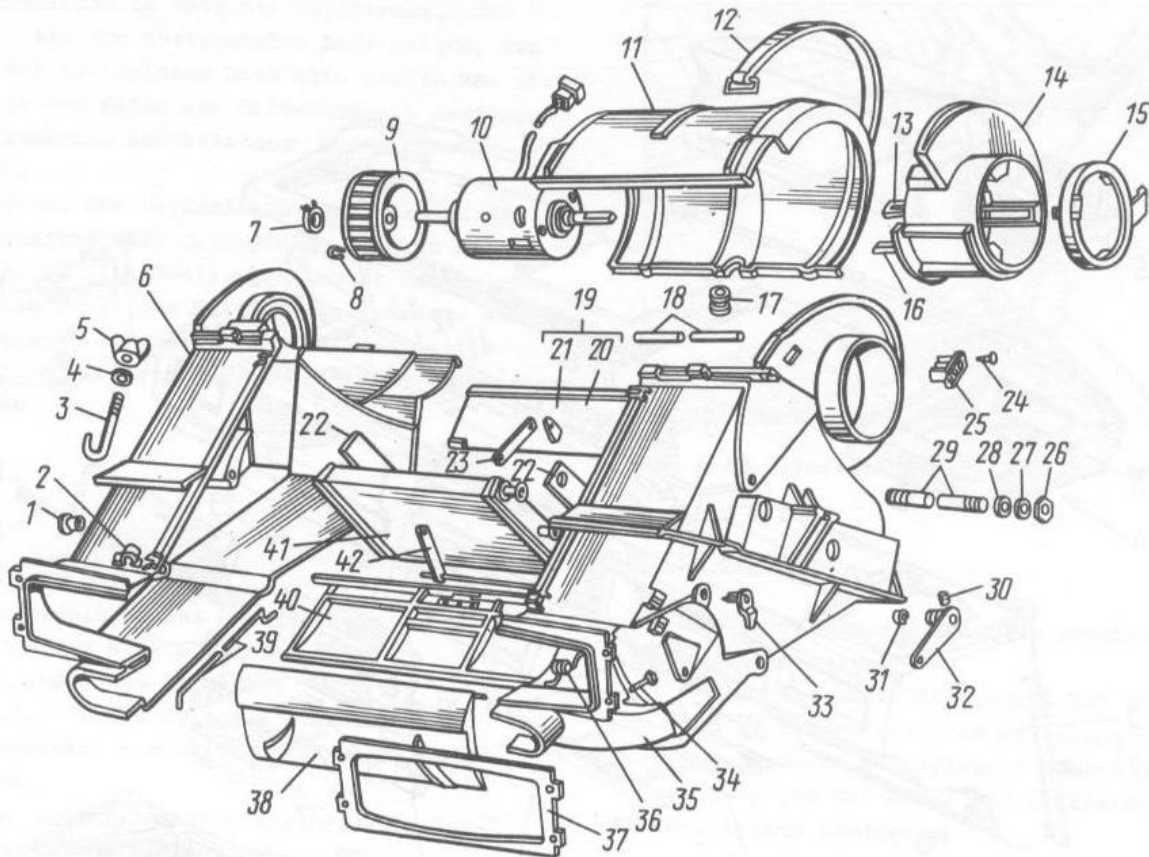

Bild 8-50. Heizung:
- Sperrschraube 30 (siehe Bild 8-50) losdrehen